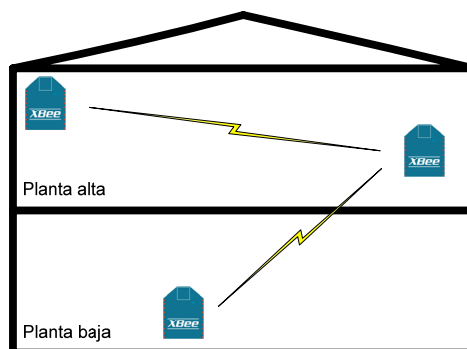

Fig. 2. Comunicación de RF en un espacio cerrado residencial de dos plantas.
- b. Calcular la distancia máxima de comunicación entre dos módulos XBee ZB en un espacio residencial como ser el interior de una casa. Considerar, primero, el caso de comunicación en una sola planta y luego el caso de módulos en diferentes pisos consecutivos. Se sugiere ver la recomendación P.1238-8 de la ITU-R. El diagrama representativo se muestra en la Fig. 2.